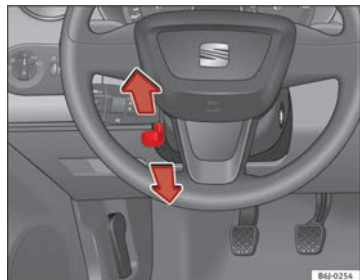

Abb. 97 Lenkradhöhen-
- Schwenken Sie den Hebel $\Rightarrow$ Abb. 97 unter der Lenksäule nach unten $\Rightarrow$ ⚠.
- Stellen Sie das Lenkrad in die gewünschte Position ein $\Rightarrow$ Abb. 97.
- Stellen Sie den Fahrersitz bzw. das Lenkrad so ein, dass der Abstand zwischen Lenkrad und Brustbein mindestens 25 cm beträgt $\Rightarrow$ Abb. 97. Wenn Sie den Mindestabstand nicht einhalten, kann Sie das Airbag-System nicht schützen – Lebensgefahr!